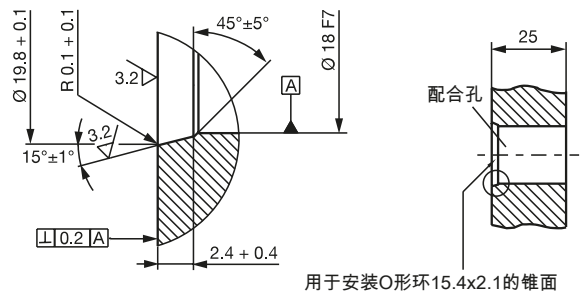

图 4-4: 用于安装带O形环的BTL的配合孔
配合孔：BTL的接触面必须完全贴合夹持面。匹配的O形环必须将孔完全密封，即O形环的键孔必须依照图 4-4 加工。
旋入孔的深度至少要达到25 mm (参见图 4-4)。
- ▶ BTL的接触面必须完全贴合夹持面。匹配的O形环必须将孔完全密封，即O形环的键孔必须依照图 4-4加工。